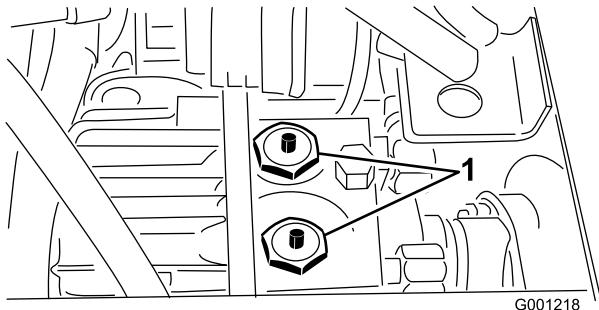

Figura 33
2. Mantenha pressionado os pinos que estão a meio das estruturas das 2 válvulas de verificação, na parte superior da transmissão (Figura 33), enquanto empurra ou reboca a máquina. Na Figura 33, o banco e a respectiva placa de montagem foram retirados.